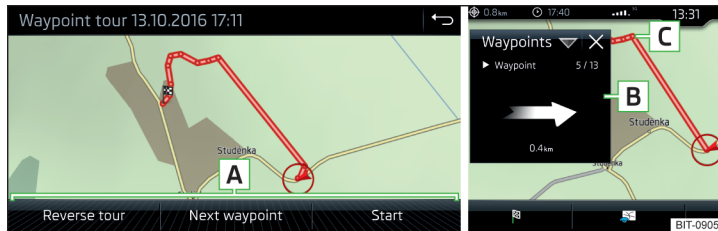

Abb. 240 Anzeige einer Wegpunkt-tour / Abfahren einer Wegpunkt-tour
- › Eines der folgenden Menüs auswählen **A** » Abb. 240.
Während des Abfahrens einer Wegpunkt-tour erfolgt im Zusatzfenster **Wegpunkte** die Anzeige der Richtung sowie des Abstands zum nächsten Wegpunkt, der fortlaufenden Nummer des nächsten Wegpunktes sowie der Gesamtzahl der Wegpunkte **B** » Abb. 240.
Die Wegpunkt-tour von der Fahrzeugposition zum nächsten Wegpunkt „nimmt“ während der Fahrt sukzessive „ab“ **C** » Abb. 240.
- > Anzeige der Wegpunkt-tour » **Abb. 240 auf Seite 207**